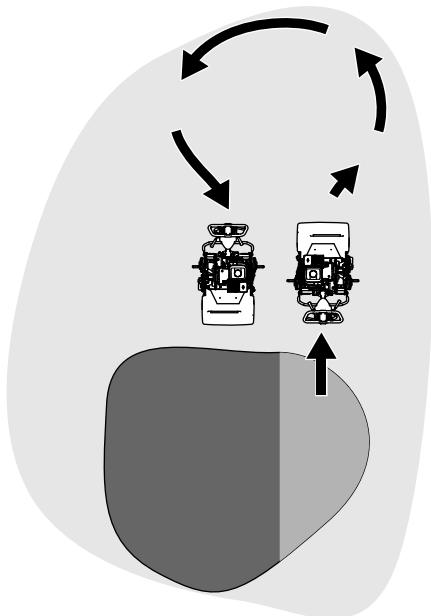

Рисунок 23
- Поворачивать машину следует за пределами гринна, поднимая режущий барабан (нажимая на рукоятку вниз) и поворачивая машину по каплевидной траектории на тяговом барабане (Рисунок 23).
1. Найдите рычаг включения тяги на коробке передач трансмиссии (Рисунок 23).